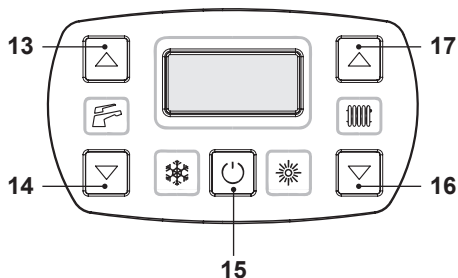
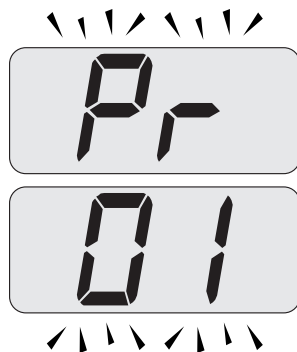
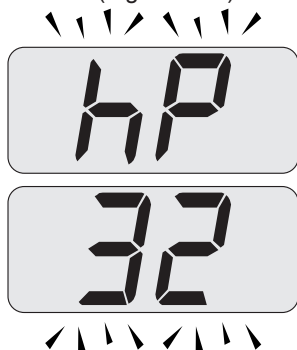

Figura 9.19
Figura 9.20
Figura 9.22
- Entrare in "modalità programmazione" premendo contemporaneamente per 10 secondi i tasti 15 - 16 - 17 (Figura 9.19) fino a far apparire sul display LCD le lettere **Pr** che si alternano con il codice **01**, indicanti l'entrata nel "parametro 01" (Figura 9.20).
- Premere contemporaneamente i tasti 16 e 17 (Figura 9.19) fino a far apparire sul display LCD le lettere **LP** che si alternano con il valore di temperatura dell'acqua di
- Premendo il tasto 17 (Figura 9.19) è possibile variare la potenza in modalità spazzacamino: con visualizzazione sul display LCD delle lettere **hP** che si alternano con il valore di temperatura dell'acqua di riscaldamento (es.32), siamo in "funzione spazzacamino" alla potenza minima in riscaldamento (Figura 9.22).
- Ripremendo contemporaneamente per 10 secondi i tasti 15 - 16 - 17 (Figura 9.19) si esce dalla "modalità spazzacamino" e si ritorna allo stato di caldaia precedente-